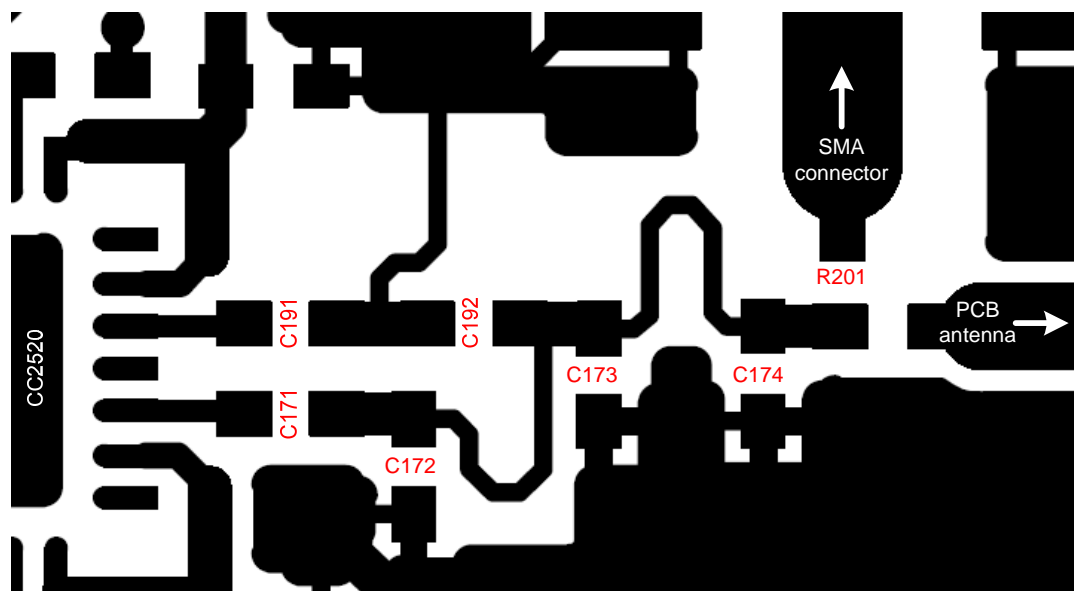

図 4: リファレンス・デザイン(Rev.2.1)の RF セクションの実際のボード・レイアウト
CC2520 の動作に必要な外部コンポーネントはごくわずかです。一般的なアプリケーション回路については、Figure 4 を参照してください。ただし、ボード・レイアウトは記載されていないことに注意してください。ボード・レイアウトは、CC2520 の RF 性能に大きく影響します。
Figure 4 は、2 層リファレンス・デザインで実装されたバランを表しています。このバランは、3 つのストリップライン(L1、L2、および L3)とディスクリット・コンポーネント(C191、C171、C192、C173、および C174)で構成されています。この回路は、アンテナ接続が 50Ω の負荷となる CC2520 に対して最適な RF ターミネーションを提供します。
最適な性能を実現するためには、適切な電源デカップリングが必要です。これは、一まとめにしてコンデンサ C1 として Figure 4 に示されています。デカップリング・コンデンサと電源フィルタリングの配置およびサイズは、アプリケーションの最適な性能を実現するために非常に重要です。TI では、参考にすべき便利なリファレンス・デザインを用意しています。
- バランはレイアウトをかなり重視します。Figure 4 のインダクタは、実際は PCB に組み込まれたストリップラインで、ボード・レイアウトに従って値を調整する必要があります。また、コンデンサ C192、C172、C173、および C174 の値も実際のボード・レイアウトに適合させる必要があります。